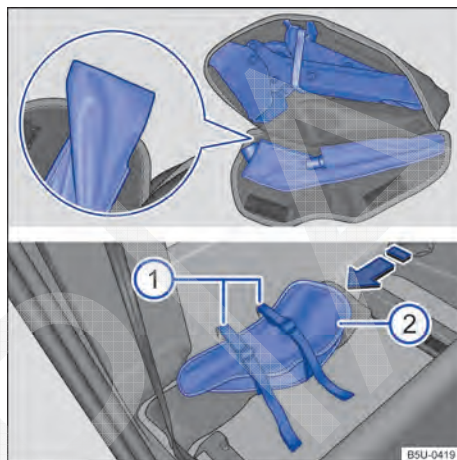

Fig. 156 Atrás do encosto do banco do passageiro: ① cintas de fixação da bolsa das ferramentas de bordo e ② bolsa das ferramentas de bordo.
- Acomodar o macaco na bolsa fechado totalmente → Fig. 156, com a base do macaco na parte maior da bolsa.
- Acomodar a chave de roda no seu devido alojamento e atentar para que a lingueta → Fig. 156 (lupa) seja colocada por baixo da chave de roda, para evitar ruídos durante a condução.
- Posicionar a bolsa das ferramentas de bordo atrás do banco do passageiro, sobre o triângulo de segurança e através das duas cintas de fixação, conforme → Fig. 156 no sentido da seta.
- Para que a bolsa fique corretamente fixada, colocar a bolsa de ferramentas de bordo com os velcros da bolsa voltados para frente → Fig. 156 ②.